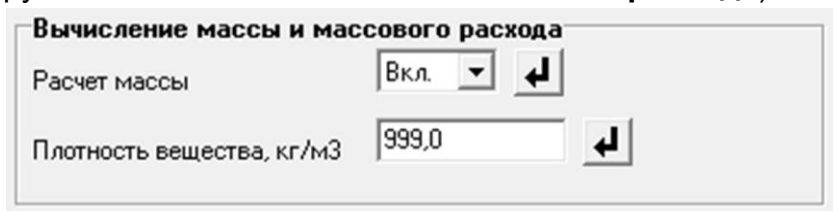

Рис.17. Вид группы параметров «Вычисление массы и массового расхода».
2.10.1. Для включения функции вычисления массового расхода и массы контролируемой жидкости необходимо параметру **Расчет массы** установить значение **Вкл.** (рис.17) и ввести среднее значение **Плотности вещества** (кг/м³) с учетом возможного диапазона ее изменения (вкладка **Доп. настройки** основного окна «Монитора», группа **Вычисление массы и массового расхода**).